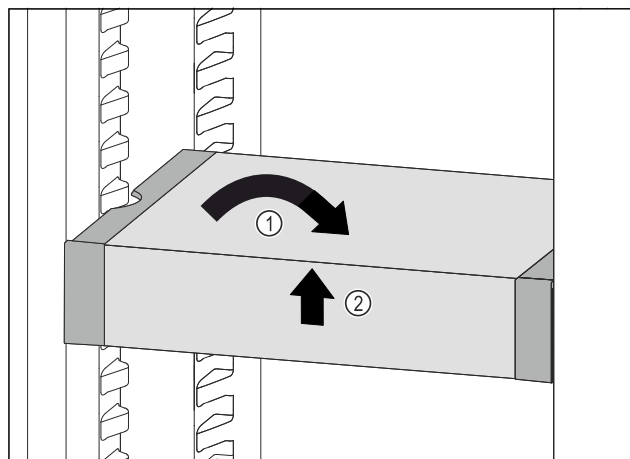

Fig. 82
- VarioSafe gerade stellen. Fig. 82 (1)
- VarioSafe vorne anheben. Fig. 82 (2)